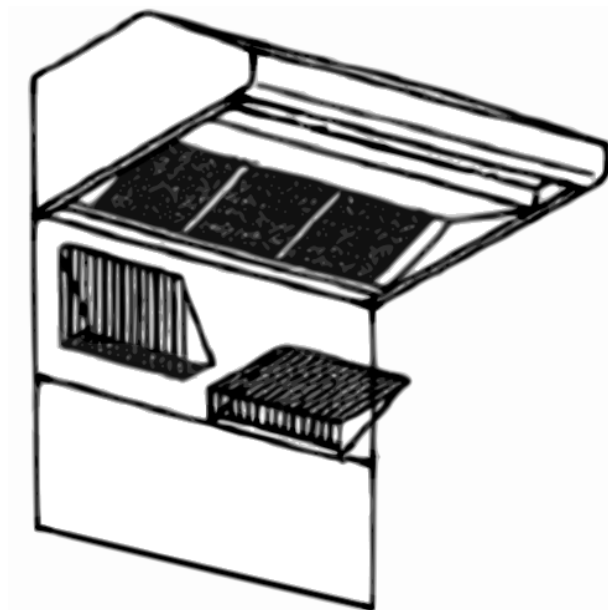

Figura 20: Consola trasera de protección con estante guarda-caliente
- Se puede instalar primero la campana si instala la consola trasera de protección con un estante guarda-caliente ya que este estante cubrirá los tornillos de fijación superiores de la consola trasera de protección (Figura 20).